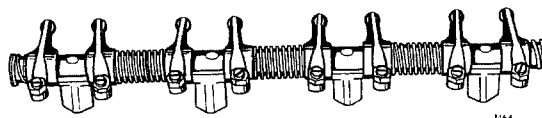

Fig 01-45. Vipparmsmekanism
2. Sätt ihop lagerbockar, fjädrar, vipparmar och axel enligt fig 01-45. Lås detaljerna med nya spårringar. OBS! Vipparmarna är av två slag, vänster och höger.